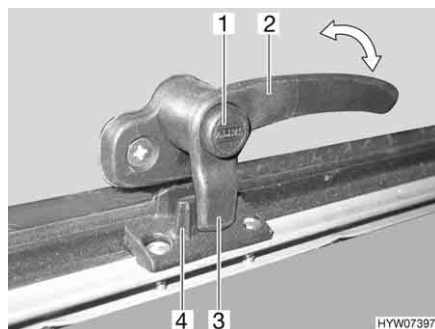
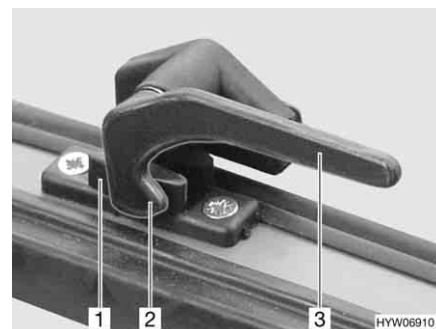

Bild 102 Låsarm med låsknapp i läget "stängd"
Bild 103 Låsarm i läget "stängd"
- Tryck på låsknappen (Bild 102,1) om sådan finns och håll den nedtryckt.
- Vrid alla låsarmer (Bild 102,2 eller Bild 103,3) ett kvarts varv mot luckans mitt.
- Vrid alla låsarmar (Bild 102,2 eller Bild 103,3) ett kvarts varv mot ramen. Låsspaken (Bild 102,3 eller Bild 103,2) sitter på insidan av lucklåset (Bild 102,4 eller Bild 103,1).
- I läget "helt stängt" (Bild 102 och Bild 103)